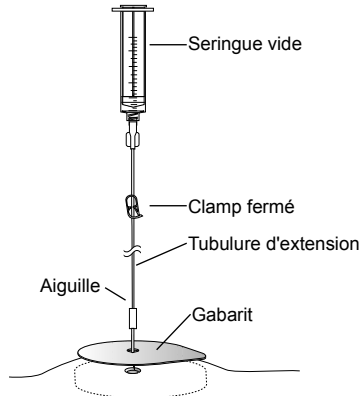

Figure 8. Fermer le clamp et insérer l'aiguille dans le site de remplissage du réservoir.
6. Recourir à des techniques stériles pour assembler l'aiguille, la tubulure d'extension et la seringue vide (Figure 8).
8. Fermer le clamp (Figure 8).
9. Insérer délicatement l'aiguille de 22 gauge par le trou central du gabarit jusqu'au centre du septum du site de remplissage du réservoir jusqu'à ce que l'aiguille touche l'arrêt d'aiguille (Figure 8).